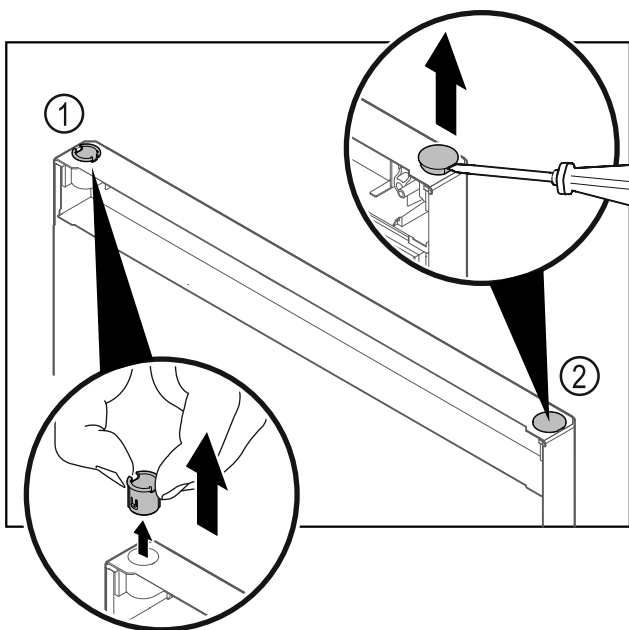

Fig. 29
- Estrarre la boccola cerniera Fig. 29 (1) con le dita.
- Con un cacciavite a testa a intaglio sollevare con cautela il tappo Fig. 29 (2) ed estrarlo.